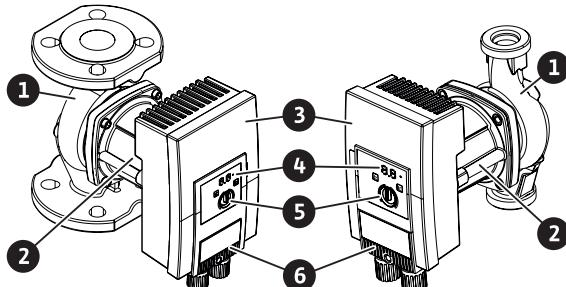

Fig. 1: Pumba ülevaade
Mootori korpuse peal on reguleerimismoodul (Fig. 1, pos 3), mis reguleerib pumpa ja muudab SSM-liidese kasutatavaks. Pöörlemiskiirust või röhkude vahet reguleeritakse valitud rakenduse või reguleerimisfunktsiooni põhjal. Kõikide röhkude vahe reguleerimise funktsioonide puhul kohandub pump pidevalt süsteemi muutuva võimsustarbega.